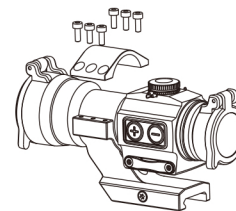

図4
- 2) ブラケットにサイトを取り付け、方向と位置は図4のようにします。